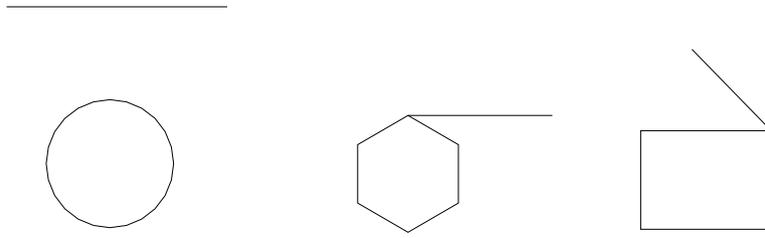

Рисунок 4.2
- задать оси вращения (рисунок 4.2).